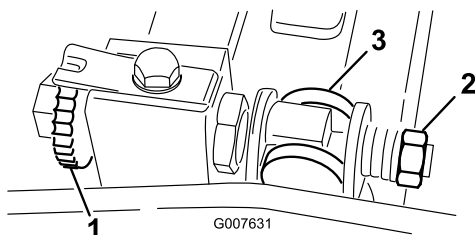

図 53
1. ベッド・バー調整ネジ (図 53) を左に回してベッドナイフとリールの接触をなくす。
2. スプリング・テンション・ナットをゆるめて、ワッシャがベッドバーを全く押さないようにする (図 53)。